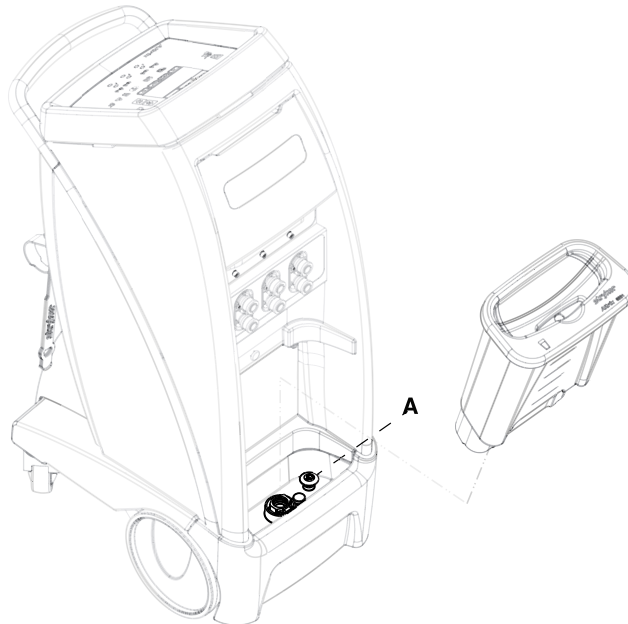

Figura 6-20: Tappo dello scarico
2. Togliere il serbatoio e tirare via il tappo (A) per aprire lo scarico (Figura 6-20 a pagina 6-38).